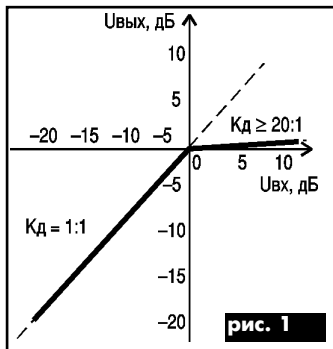

рис. 1
- порог срабатывания — точка перегиба передаточной функции $U_{вых} = f(U_{вх})$. Определяет уровень входного сигнала, соответствующий резкому изменению K_d (рис.1). (В общем случае динамические регуляторы могут иметь несколько точек перегиба передаточной функции, а пиковые лимитеры имеют порог, равный 0 дБ или несколько выше);
На рис.1 изображена типовая передаточная характеристика компрессора-лимитера с порогом срабатывания 0 дБ. Как видно, входной сигнал с уровнем 0 дБ и менее проходит на выход устройства без изменений ($K_d = 1:1$), а при увеличении входного сигнала выше 0 дБ выходной сигнал лимитируется с коэффициентом компрессии $K_d = 20:1$.